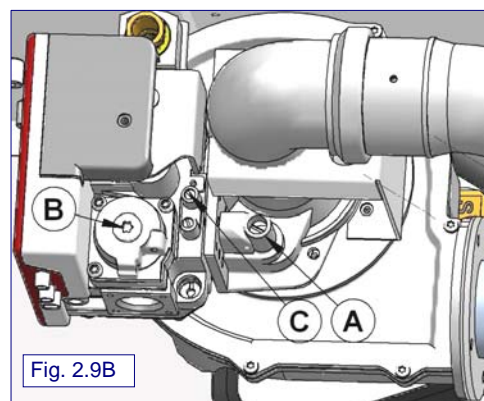

Fig. 2.9B
**Nota: el tornillo (B) (Fig. 2.9B) de la válvula de gas no necesita regulación alguna, ya que ha sido calibrado durante el ensayo en la fábrica, con una relación aire-gas de 1/1**